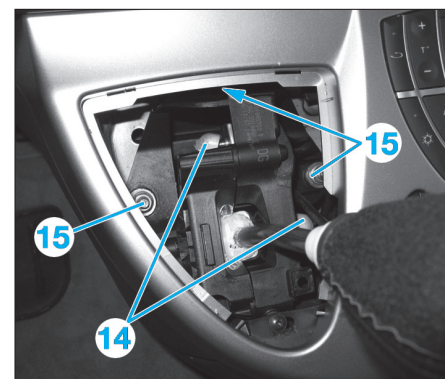

Fig. 8
- Débrancher les connecteurs de la façade de commande multifonction (12) puis déposer cette dernière.
- Dégrafer les rotules (14) (Fig.8).
- Déposer les trois écrous (15).